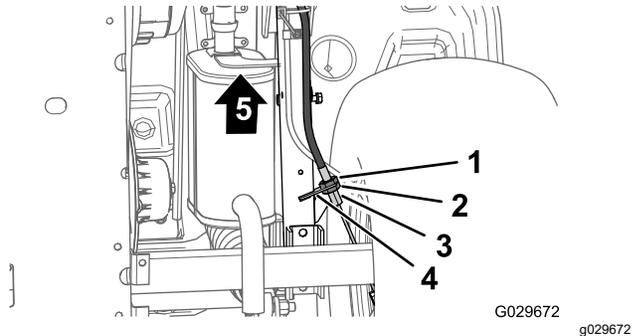

Figure 66
3. Au bas de la machine, desserrez de 4 tours l'écrou de blocage arrière du régleur fileté sur le câble de frein de stationnement (Figure 66).
4. Resserrez l'écrou de blocage avant (Figure 66).
- A. Desserrez d'un tour l'écrou de blocage avant (Figure 66) du régleur fileté du câble de frein de stationnement.
- B. Resserrez l'écrou de blocage arrière (Figure 66).
- A. Desserrez d'un tour l'écrou de blocage arrière (Figure 66) du réglage fileté du câble de frein de stationnement.
- B. Resserrez l'écrou de blocage avant (Figure 66).